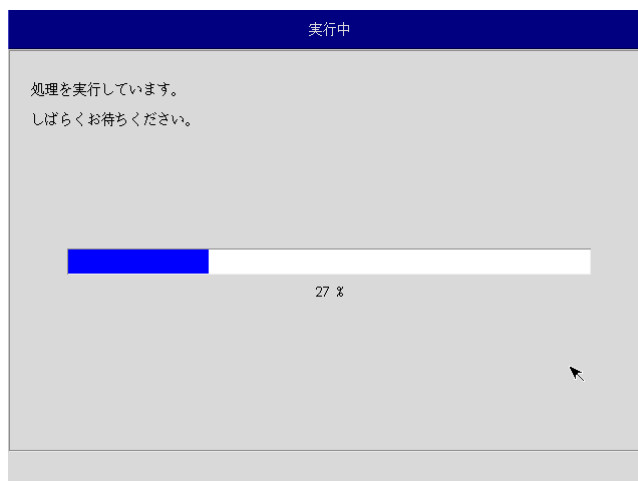

図 6-3-5. 実行中画面
- ⑩ 実行中画面（図 6-3-5）が表示され、処理が開始されます。実行中は DVD ドライブ、保存メディアを外さないでください。また、電源を落とさないようにしてください。